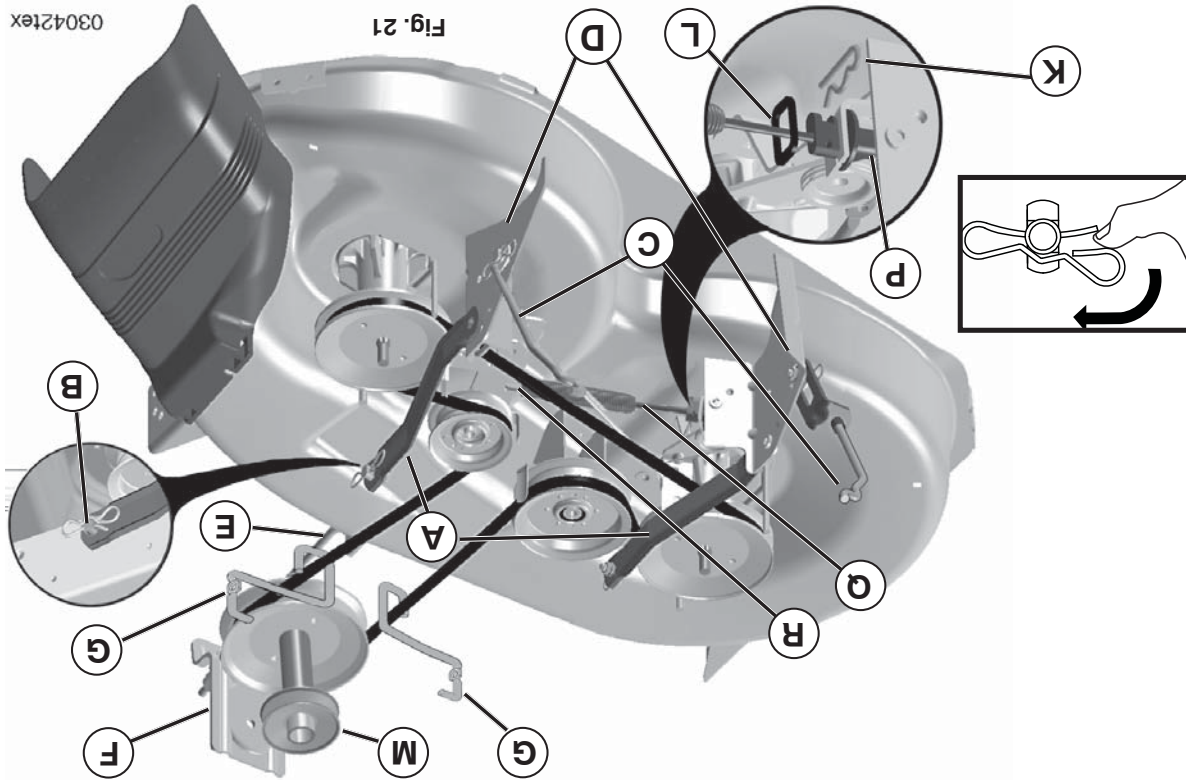

Fig. 21
**CESPED (Vea Fig. 21)**
## INSTALE LA SEGADORA (Vea Fig. 21- 26)